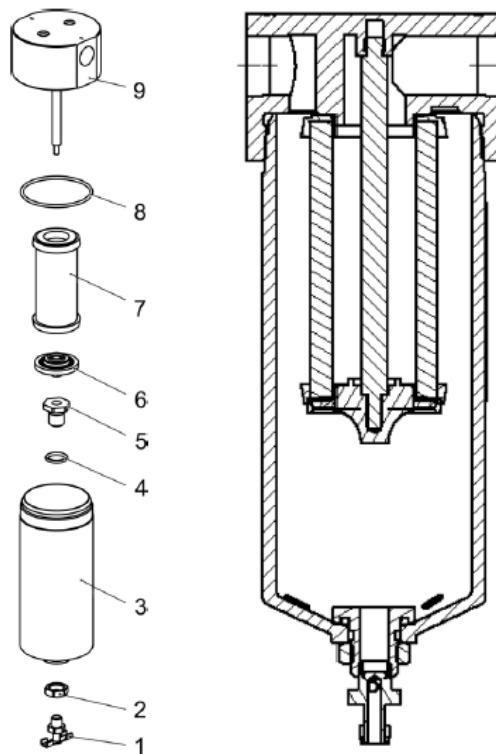

Рисунок 55 – Фильтр газовый низкого давления:
3. Подставить ёмкость и открыть сливной кран 1 (рисунок 55) вращением его против часовой стрелки до полного выхода газа из колпака 3, находящегося под давлением 550-800 кПа (5,5...8,0 кгс/см²). Жидкость удалится вместе с выходящим газом.